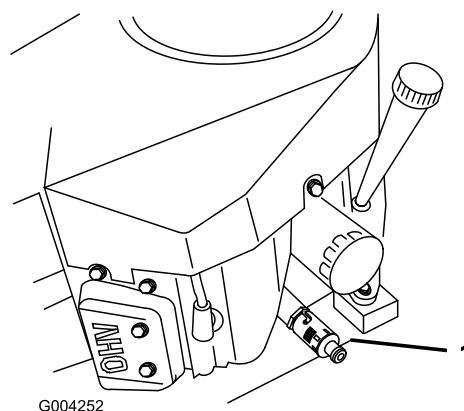

Figura 33
- Retire el filtro de aceite usado (Figura 33).
- Aplique una capa fina de aceite nuevo a la junta de goma del filtro nuevo (Figura 33).
- Instale el filtro de repuesto en el adaptador de filtro; gire el filtro en el sentido de las agujas del reloj hasta que la junta de goma entre en contacto con el adaptador del filtro, luego apriete el filtro tres cuartos de vuelta más (Figura 33).